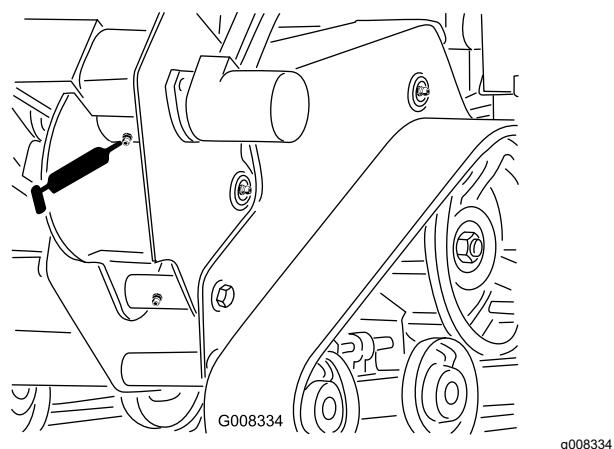

図 29
3. トレーナチャハウジングのグリスフィッティングをウェスできれいにぬぐい、グリスガンを取り付ける図 29。